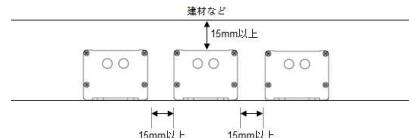

図1
- 電源は自然空冷方式のため、図1のように製品を2台以上並べて設置する場合は、相互の熱の影響を受けないよう上面の間隔も15mm以上間隔をあけてください。